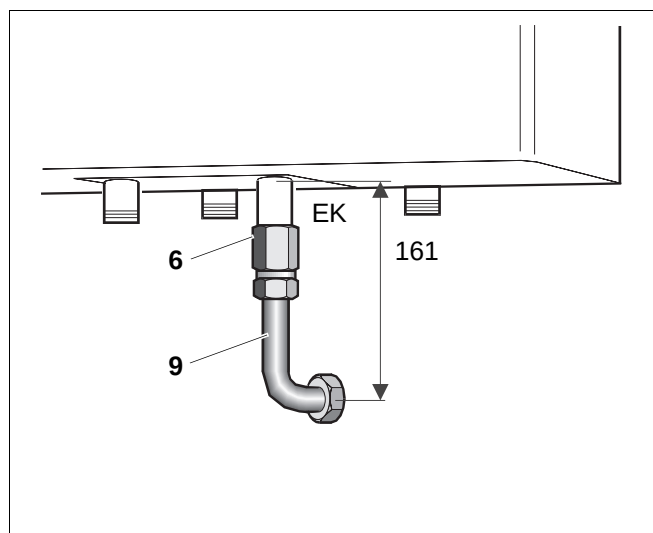

Abb. 25 Kaltwasser-Anschlussrohr
- Verlängerung G $\frac{3}{4}$ (Abb. 25, Pos. 6) am Speicheranschluss (EK) mit Hanf eindichten.
- Kurzen Wellenschlauch (Abb. 25, Pos. 9) mit Dichtung an Speicher (EK) anschrauben.